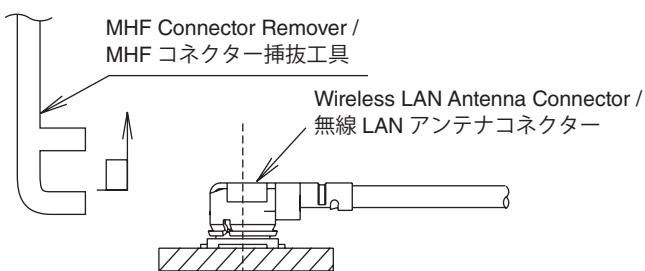

Fig. 4
- To remove the wireless LAN antenna connector, use the special MHF connector remover. Hook the tip of this tool on the cover of the wireless LAN antenna connector and pull it straight in the direction of the engaging axis of the wireless LAN antenna connector. (Fig. 4)
- 無線 LAN アンテナコネクターを引き抜く場合は、専用の MHF コネクター挿抜工具の先端部を無線 LAN アンテナコネクターふた部に引っかけ、無線 LAN アンテナコネクターの嵌合軸に合わせ垂直に引き抜いてください。 (Fig. 4)